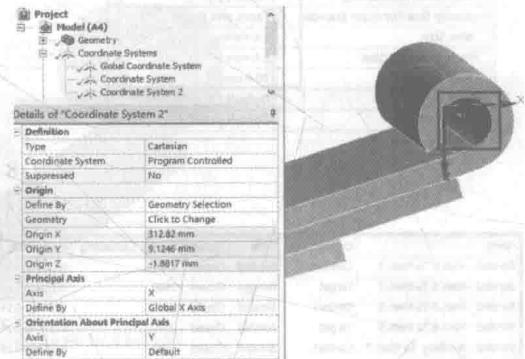

图 1-6 右端卷耳轴心创建局部坐标
(2) 为主片钢板弹簧右端卷耳轴心创建局部坐标：在 Mechanical 标准工具栏中单击 C ，选择 Main.1 右端卷耳轴心内表面；在导航树上右键单击【Coordinate Systems】，从弹出的快捷菜单中选择【Insert】→【Coordinate Systems】，接受自动命名 Coordinate System 2，其他默认，如图 1-6 所示。